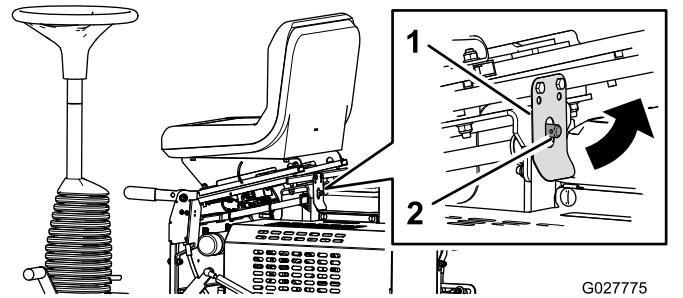

Bild 19
2. Ziehen Sie den Sitzriegel zurück und klappen den Sitz nach vorne (Bild 19).